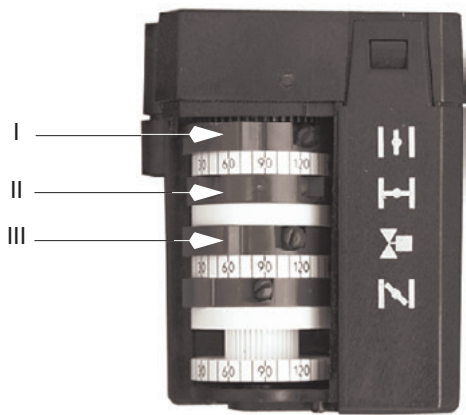

Fig. 15 - Berger STA4.5B037/4
- Agendo sulla camma opportuna (Fig. 15) regolare la portata d'aria in bassa fiamma.